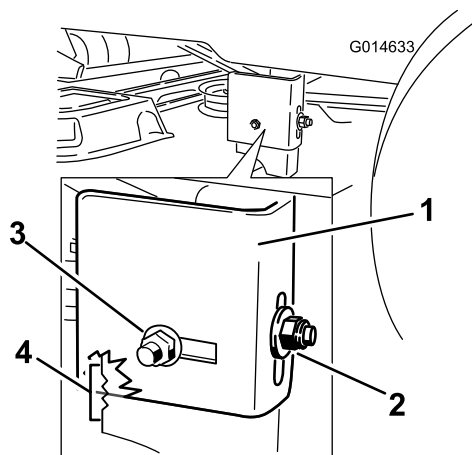

Figura 51
8. Compruebe si el perno de cuello cuadrado lateral está en la posición fija o ranurada (Figura 51).
9. Si el perno de cuello cuadrado lateral está en la posición fija, retire el perno de cuello cuadrado lateral y la tuerca de bloqueo lateral de la posición fija, e instálelos en la posición de ajuste ranurada (Figura 51).
10. Afloje la tuerca de bloqueo trasera de la pletina de suspensión (Figura 51).